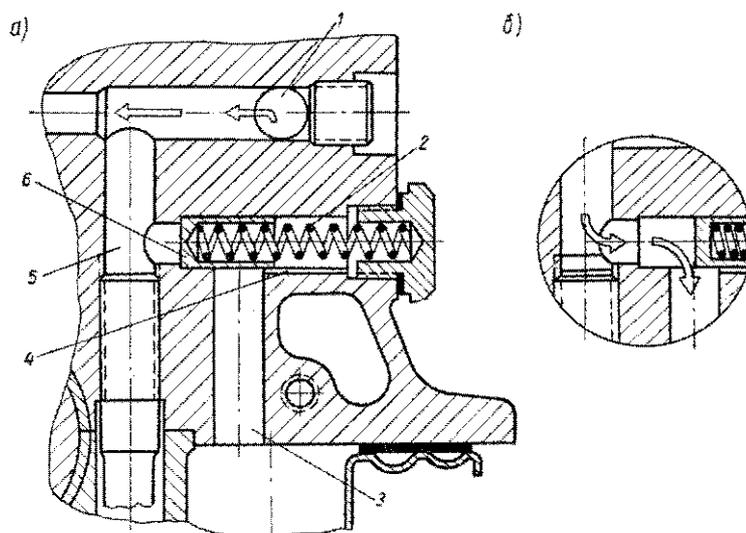

Рис. 17. Схема подвода масла к редукционному клапану: а — редукционный клапан закрыт; б — редукционный клапан открыт;
**Редукционный клапан** — плунжерного типа, расположен в передней части двигателя с правой стороны под кронштейном генератора. Схема подвода масла к редукционному клапану показана на рис. 17.